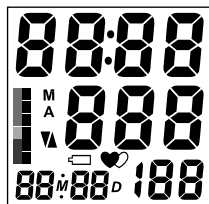

Рис. 1
3. На дисплеї короткочасно висвітляться усі символи (рис. 1), та прилад розпочне автоматично нагнітати повітря в манжету.